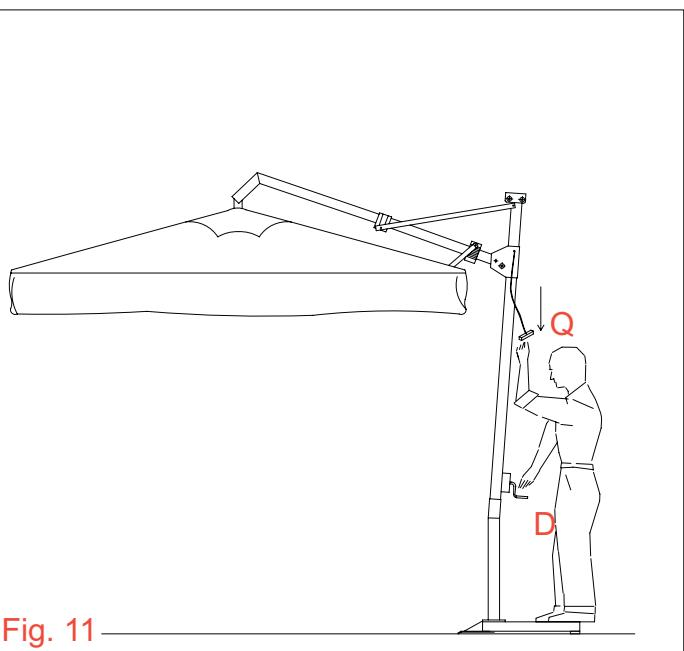

Fig. 11
### **INCLINAISON DU PARASOL (fig. 11 - 12)**
1. (fig. 11) Tourner en sens anti-horaire la manivelle (D) en tirant contemporainement vers le bas la manette (Q). De cette manière le support coulissant (L) s'abaisse et le parasol s'incline.